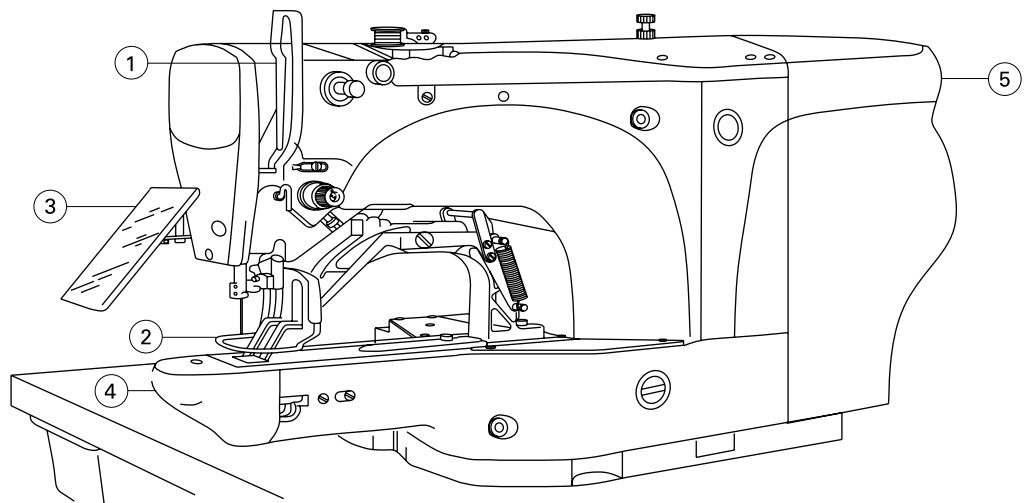

Figura 55
⚠ Por favor, observe todas as notas do item 1 **Instruções de Segurança**. Em particular, ter todo o cuidado em ver se todos os dispositivos de proteção estão ajustados corretamente, conforme mostrado na Figura 55.